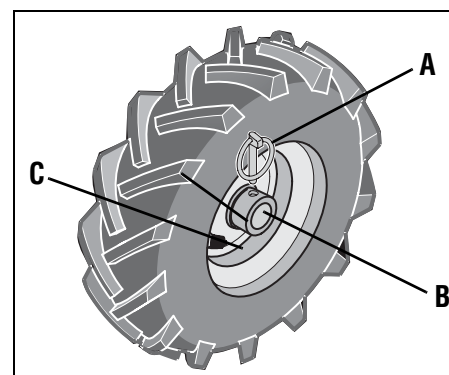

Figura 3-2: Posición TRANSMISIÓN EN LAS RUEDAS.
4. **PARA el modo de TRANSMISIÓN EN LAS RUEDAS** (Figura 3-2): Deslice la rueda hacia afuera y alinee los orificios en el cubo de la rueda (D, Figura 3-2) y en el eje de la rueda (B). Inserte el pasador Klik (A) a través del cubo de la rueda (C) y del eje de la rueda (B). Repita con la otra rueda y luego retire el soporte que está debajo de la transmisión.